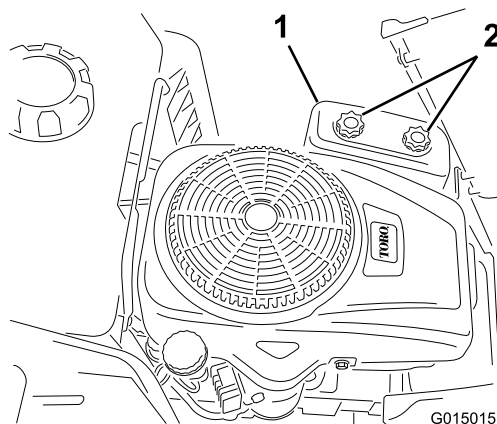

Figura 22
5. Retire la tapa del limpiador de aire desenroscando los 2 pomos (Figura 22).